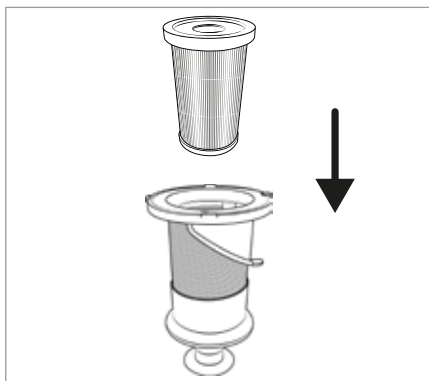

Fig. 24
- Nu rotiți filtrul din oțel inoxidabil ⑥ atunci când îl introduceți în recipientul de praf ⑦. Aveți grijă, de asemenea, la cele două marcaje cu puncte de pe filtrul din oțel inoxidabil ⑥ și recipientul de praf ⑦ pentru a introduce corect filtrul din oțel inoxidabil ⑥.
- 7) Introduceți filtrul EPA ⑤ în filtrul din oțel inoxidabil ⑥ (a se vedea fig. 24).